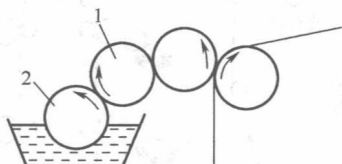

图 0-5 双辊型输墨系统
a. 双辊型输墨系统。这是现在柔性版印刷机的基本类型, 如图 0-5 所示。胶质墨斗辊 2 和硬质网纹辊 1 以不同的线速度转动, 传递油墨。一般情况下, 墨斗辊的表面线速度